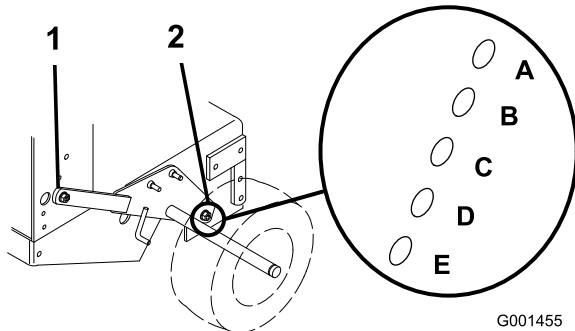

Figura 13
3. Afloje, pero no retire, los 2 pernos de pivote del eje y los 2 pernos de ajuste del eje (Figura 13).
4. Coloque un gato debajo del bastidor del motor, en el centro de la parte trasera. Eleve la parte trasera del bastidor del motor lo suficiente para poder retirar los 2 pernos delanteros de ajuste del eje (Figura 13).
5. Eleve o baje el bastidor del motor con el gato para poder instalar los 2 pernos de ajuste delanteros del eje en los taladros deseados (Figura 13).